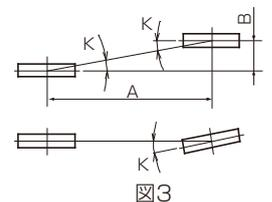

図3
- ④ 電動機ベースを手前側にスライドさせてください。
- ⑤ 交換するプーリーおよびVベルトを取付けてください。
- ⑥ 送風機プーリーと電動機プーリーの平行度は表1・図3の内容を満足するようにセットしてください。
- ⑦ セットネジを締付けてください。（締付トルク：13.5N・m）
- ④プーリーのセットネジを緩めて送風機プーリーおよびVベルトを取外してください。
- ⑤交換するプーリーおよびVベルトを取付けてください。
- ⑥送風機プーリーと電動機プーリーの平行度は、表1・図3の内容を満足するようにセットしてください。
- ⑦セットネジを締付けてください。(締付トルク：13.5N・m)